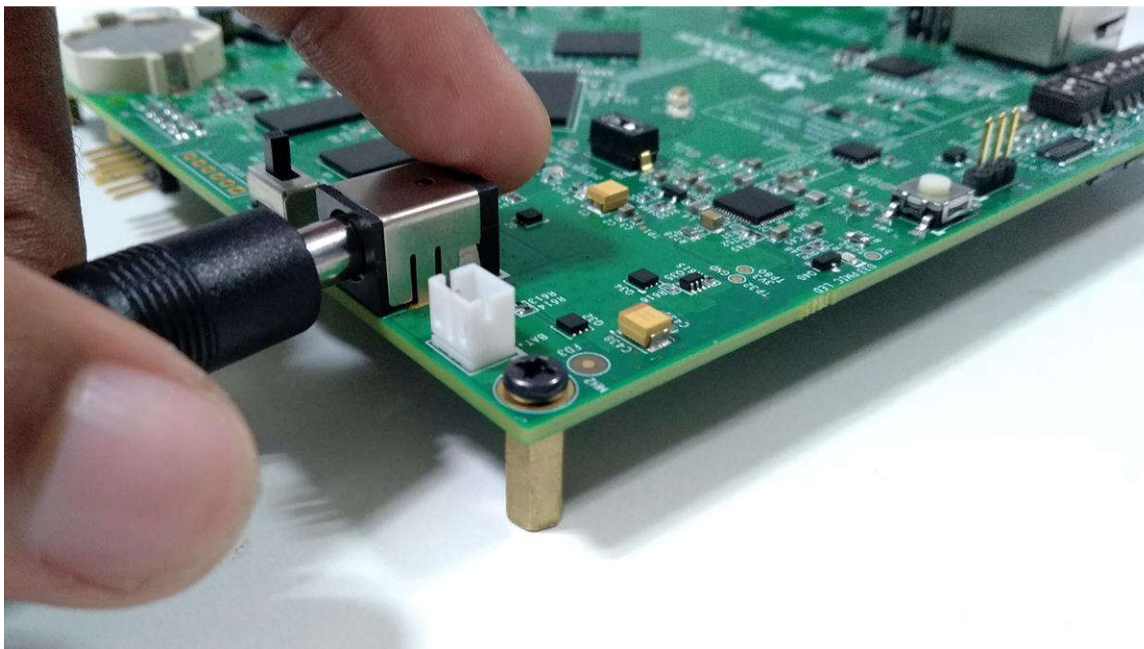

図 3-7. J1 に 5V DC アダプタを挿入する
6. 電源 (図 3-7) を供給するために、5V DC アダプタ バレル ジャックを J1 コネクタに挿入します。推奨電源は、CUI Inc の SMI24-CUI-P6 5-V です。